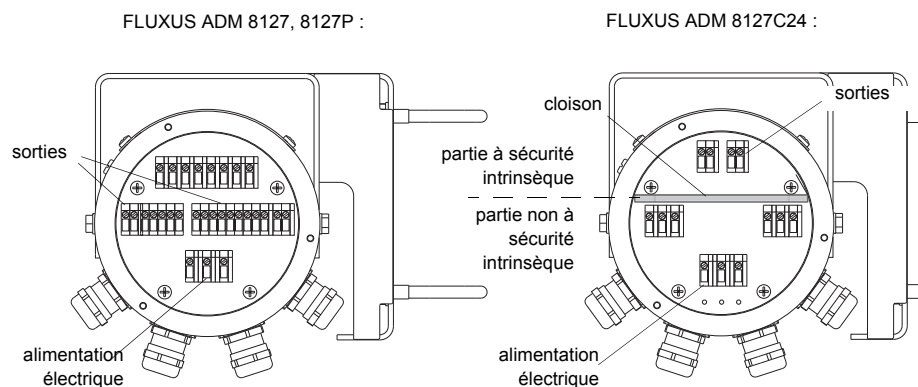

Fig. 7.9: Bornes de raccordement de l'alimentation électrique et des sorties
- Raccordez les brins aux bornes du transmetteur conformément à la tension indiquée sur la plaquette signalétique qui se trouve sous le bornier KL1 (voir Fig. 7.9 et Tab. 7.4).
- Raccordez les brins du câble de sortie aux bornes du transmetteur (voir Fig. 7.9 et Tab. 7.5).